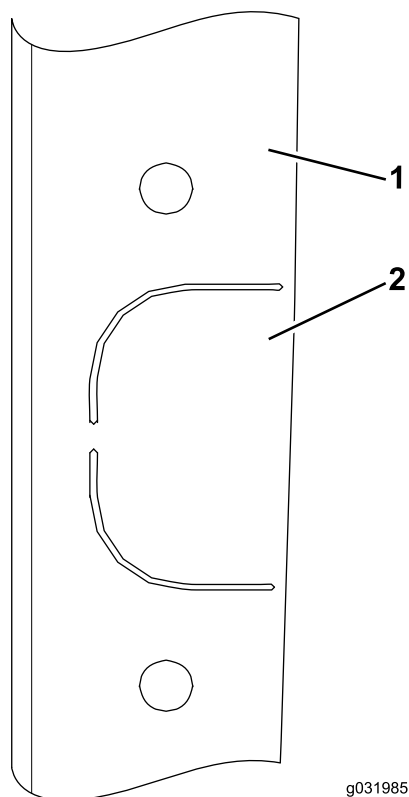

Figura 53
1. Utilize uma ferramenta de corte para retirar o recorte da placa lateral (Figura 53).